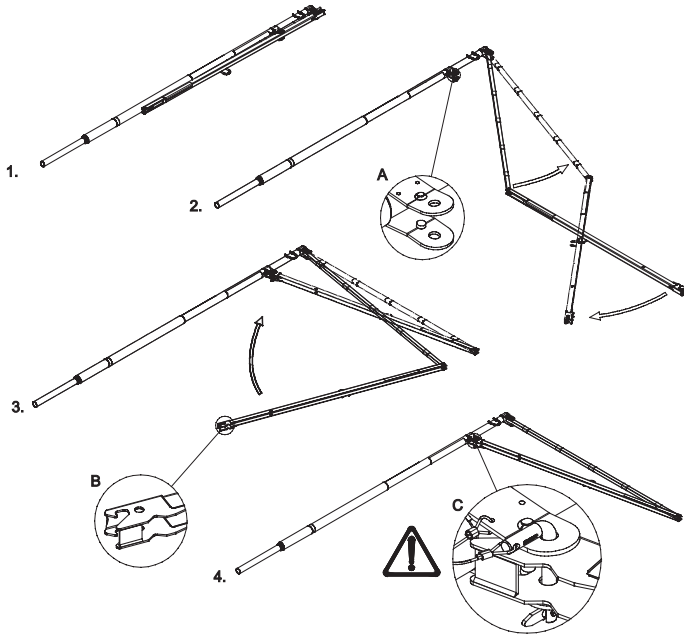

Abbildung 30. Aufbau des SkyReach Ankers am Boden
1. Stellen Sie den zusammengeklappten SkyReach Anker in vier einfachen Schritten auf. Siehe Abbildung 30.